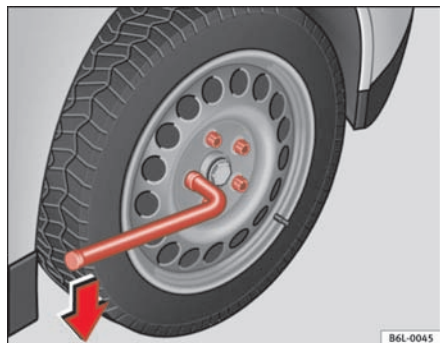

Fig. 132 Hjulskift: Sådan løsnes hjulboltene.
- Tag fat i enden af hjulnøglen, og drej bolten ca. en omdrejning mod **venstre** ⇒ fig. 132.